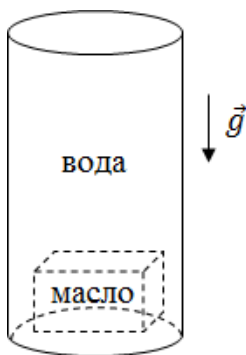

Рис. 113. Задача о всплывании масла в воде.
2. Решение задачи о всплывании масла в воде (рис. 113).